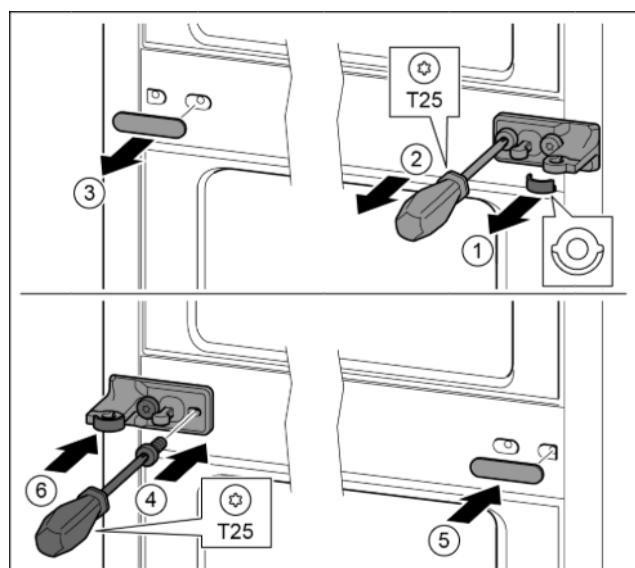

Fig. 30
- Снять шайбу. Fig. 30 (1)
- Выкрутить винты отверткой T25. Fig. 30 (2)
- ▶ Осторожно снять крышку. Fig. 30 (3)
- ▶ Плотно прикрутить опорный кронштейн с подкладкой с поворотом на 180° с другой стороны. Fig. 30 (4)
- ▶ Установить крышку с поворотом на 180° с другой стороны. Fig. 30 (5)
- ▶ Спереди надвинуть шайбу. Fig. 30 (6)